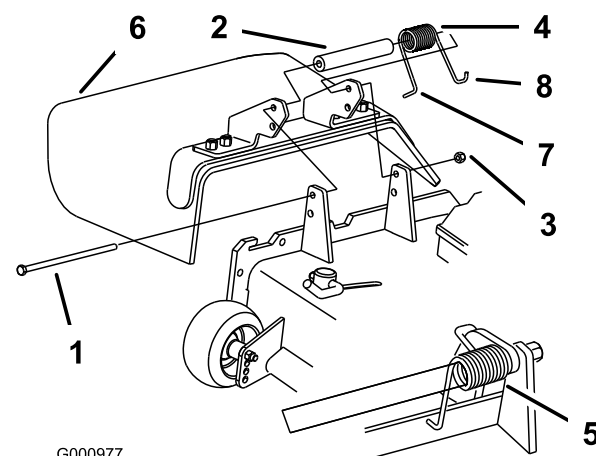

Figura 2
1. Coloque a anilha e a mola entre os suportes do deflector de relva (Figura 2). Coloque a extremidade esquerda em gancho J da mola por trás da extremidade da plataforma.
da plataforma antes de colocar o parafuso (como se mostra em Figura 2).
2. Coloque o parafuso e a porca. Coloque a extremidade direita em gancho J da mola à volta do deflector de relva (Figura 2).